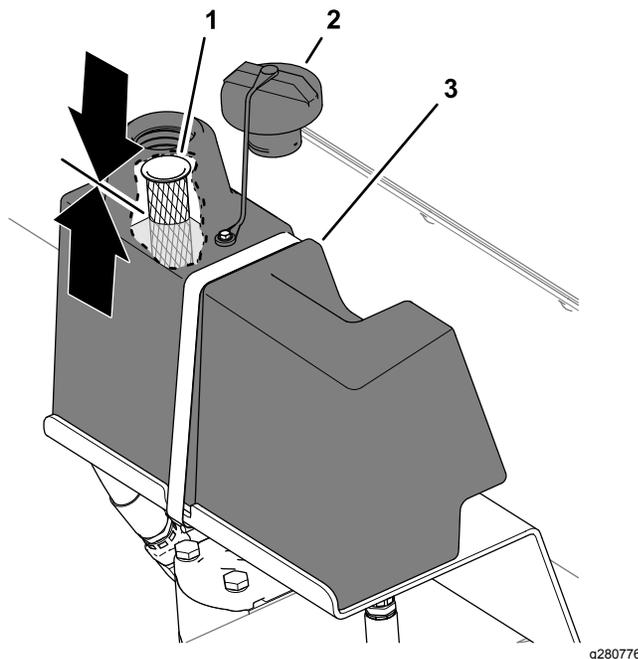

Рисунок 35
2. Очистите зону вокруг заливной горловины и крышки гидравлического бака и снимите крышку (Рисунок 35).
- Уровень жидкости должен располагаться посередине сетчатого фильтра в заливной горловине (Рисунок 35).
- Установите крышку гидравлического бака (Рисунок 35).
5. Очистите зону вокруг заливной горловины и крышки гидравлического бака, затем снимите крышку; см. Рисунок 35 в разделе Проверка уровня гидравлической жидкости \(страница 30\).
8. Установите крышку гидравлического бака; см. Рисунок 35 в разделе Проверка уровня гидравлической жидкости \(страница 30\).